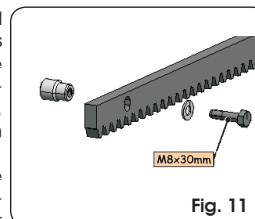
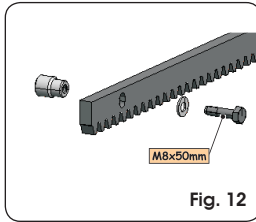
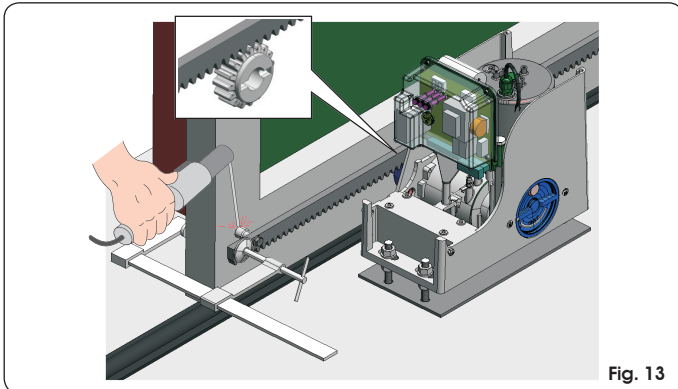
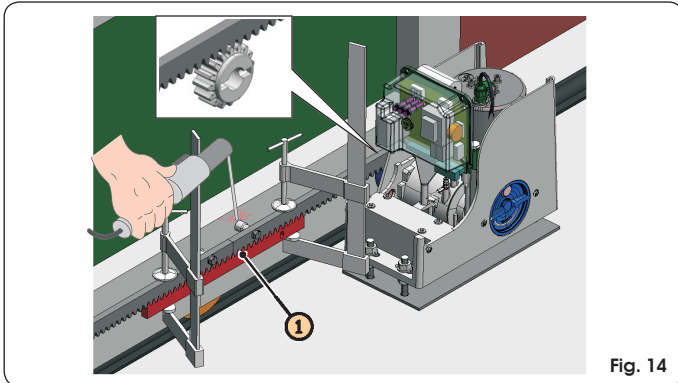

Fig. 11
Fig. 12
Fig. 13
Fig. 14
5.4.1. CREMALLERA DE ACERO PARA SOLDAR (Fig.11)
- ① Monte los tres pasadores roscados sobre el elemento de la cremallera, colocándolos en la parte superior de la ranura. De este modo el juego en la ranura permitirá efectuar las regulaciones que fueran necesarias.
- ② Coloque manualmente la hoja en posición de apertura.
- ③ Apoye sobre el piñón la primera pieza de cremallera comprobando que esté perfectamente horizontal y suelde el pasador roscado en la cancela como se indica en la Fig.13.
- ④ Mueva manualmente la cancela, comprobando que la cremallera se apoye sobre el piñón y suelde el segundo y el tercer pasador.
- ⑤ Acerque otro elemento de cremallera al precedente utilizando, para sincronizar la dentadura de los dos elementos, un trozo de cremallera como se indica en la Fig.14 ref. ①.
- ⑥ Mueva manualmente la cancela y suelde los tres pasadores roscados prosiguiendo hasta la cobertura completa de la cancela.
5.4.2. CREMALLERA DE ACERO PARA ENROSCAR (Fig. 12)
- ① Coloque manualmente la hoja en posición de apertura.
- ② Apoye sobre el piñón la primera pieza de cremallera e intercale el distanciador entre la cremallera y el borde de la cancela. Compruebe con un nivel de burbuja que la cremallera esté perfectamente horizontal y marque con un lápiz el punto de taladrado.
- ③ Taladre con una broca de Ø 6,5 mm, y enrosque con macho de M8. Atornille el perno.
- ④ Mueva manualmente la cancela, comprobando que la cremallera se apoye sobre el piñón y repita las operaciones indicadas en el punto ③.
- ⑤ Acerque otro elemento de cremallera al precedente utilizando, para sincronizar la dentadura de los dos elementos, un trozo de cremallera como se indica en la Fig. 14 ref ①.
- ⑥ Mueva manualmente la cancela y realice las operaciones de fijación como para el primer elemento, prosiguiendo hasta la cobertura completa de la cancela.